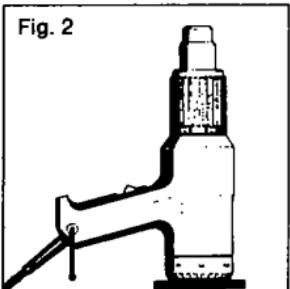

Fig. 2
Utilizzandolo come apparecchio statico (fig. 2) si spinge la staffa (8) nell'arresto e si posiziona lo strumento come un becco Bunsen appoggiandolo sulla griglia di entrata aria (7) e sulla staffa (8) (Fare attenzione che il fondo sia pulito e senza polvere, dato che in caso contrario l'aria sporca danneggia il motore e noi non possiamo fornire alcuna garanzia). I gommini neri sulla staffa rendono lo strumento antisdrucciolevole.